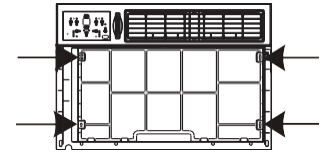

Figura 2
3. Busque los cuatro tornillos frontales y quítelos. Deberá volver a instalar estos tornillos en el panel frontal (consulte la Figura 2).